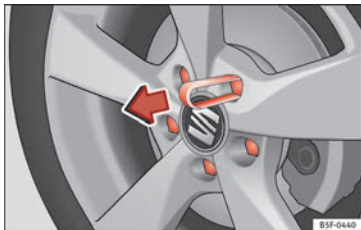

Bild 66 Klämma för att ta bort hjulbultslock
- Sätt plastclipset (fordonsverktygen) över locket tills det klickar fast » **bild 66**.